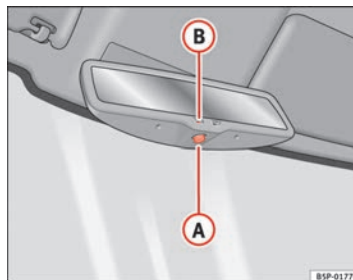

Abb. 86 Automatisch abblendbarer Innenspiegel
- Drücken Sie die Taste **(A)** ⇒ Seite 132, Abb. 86. Die Kontrollleuchte **(B)** erlischt.
- Drücken Sie die Taste **(A)** ⇒ Seite 132, Abb. 86. Die Kontrollleuchte leuchtet auf.